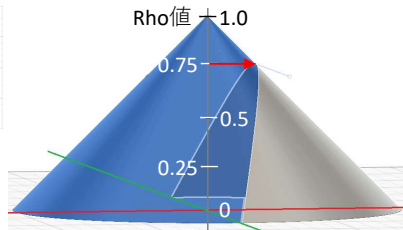

図2 円錐曲線におけるRho値の設定
- ③画像中央に映る機体はできるだけ小さくするために、円錐曲線作成におけるRho値 (0 - 1.0) を調整する。(図2) Rho値は大きい方が鏡面下部が尖り映し出される機体は小さくなる。